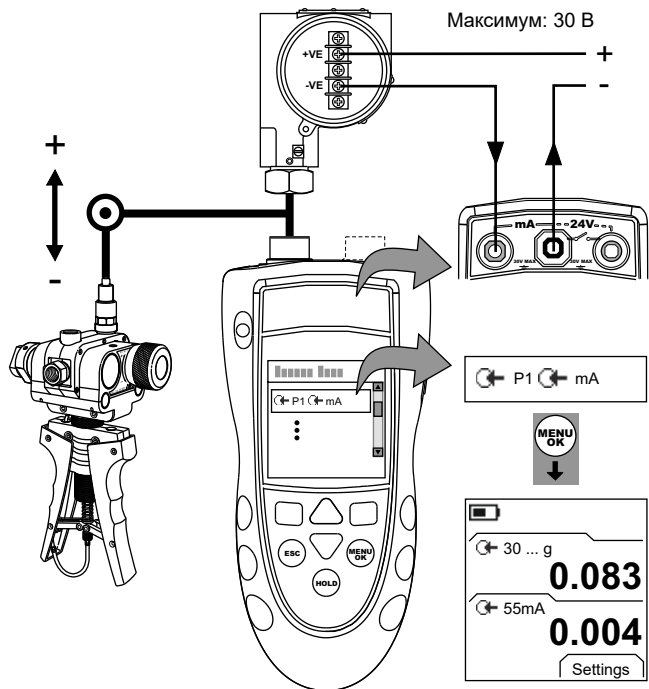

Рисунок 5: Пример конфигурации. Калибровка датчика с внешним контуром питания
1. Подключите прибор (Рисунок 5 или 6) и при необходимости отрегулируйте *Set Up* (*Настройка*) (Таблица 1).